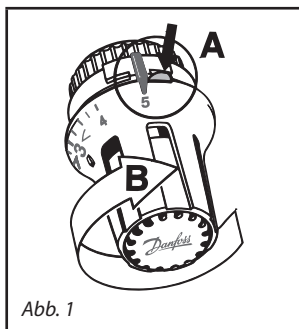

Abb. 1
1. Einstellhandgriff drehen, bis der »obere Begrenzungsknopf« sich unmittelbar rechts neben der Einstellmarke befindet (Abb.1).